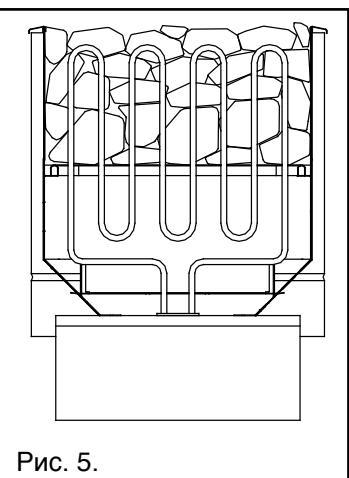

Рис. 5.
- Камни должны полностью накрыть TENы (рисунок 5).
- Переключатель тока управления находится внизу на передней стороне каменки. (См. рис. 5)